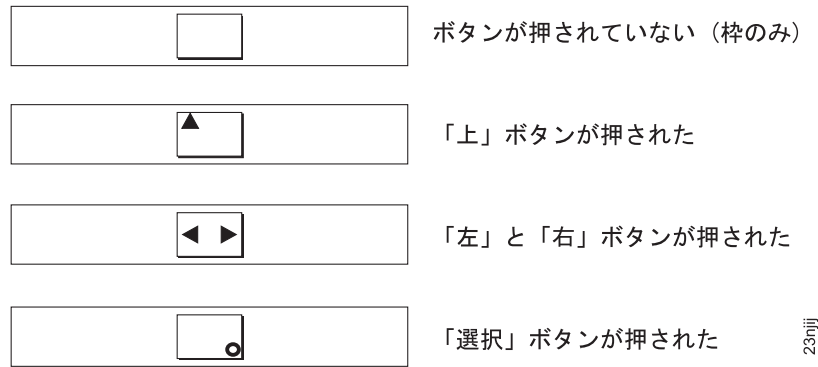

図 37. ボタンを押した場合のフロント・パネル・ディスプレイ
3. 上移動、下移動、左移動、右移動の各ボタンを押して、それらが作動していることを確認します。43 ページの図 37 では、ボタンを押したときにフロント・パネルに表示される 4 つの例を示しています。ボタンのテストが完了した後、「選択」ボタンを 5 秒間押し続けて、テストを終了します。